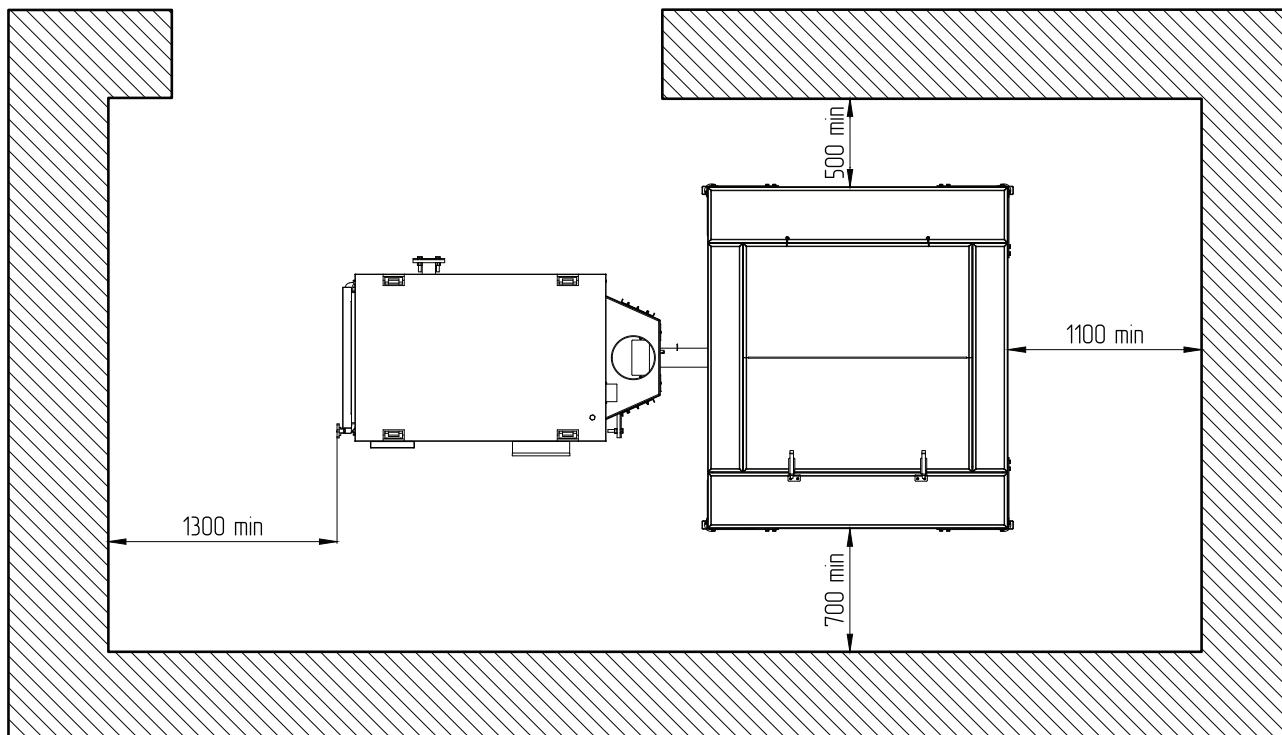
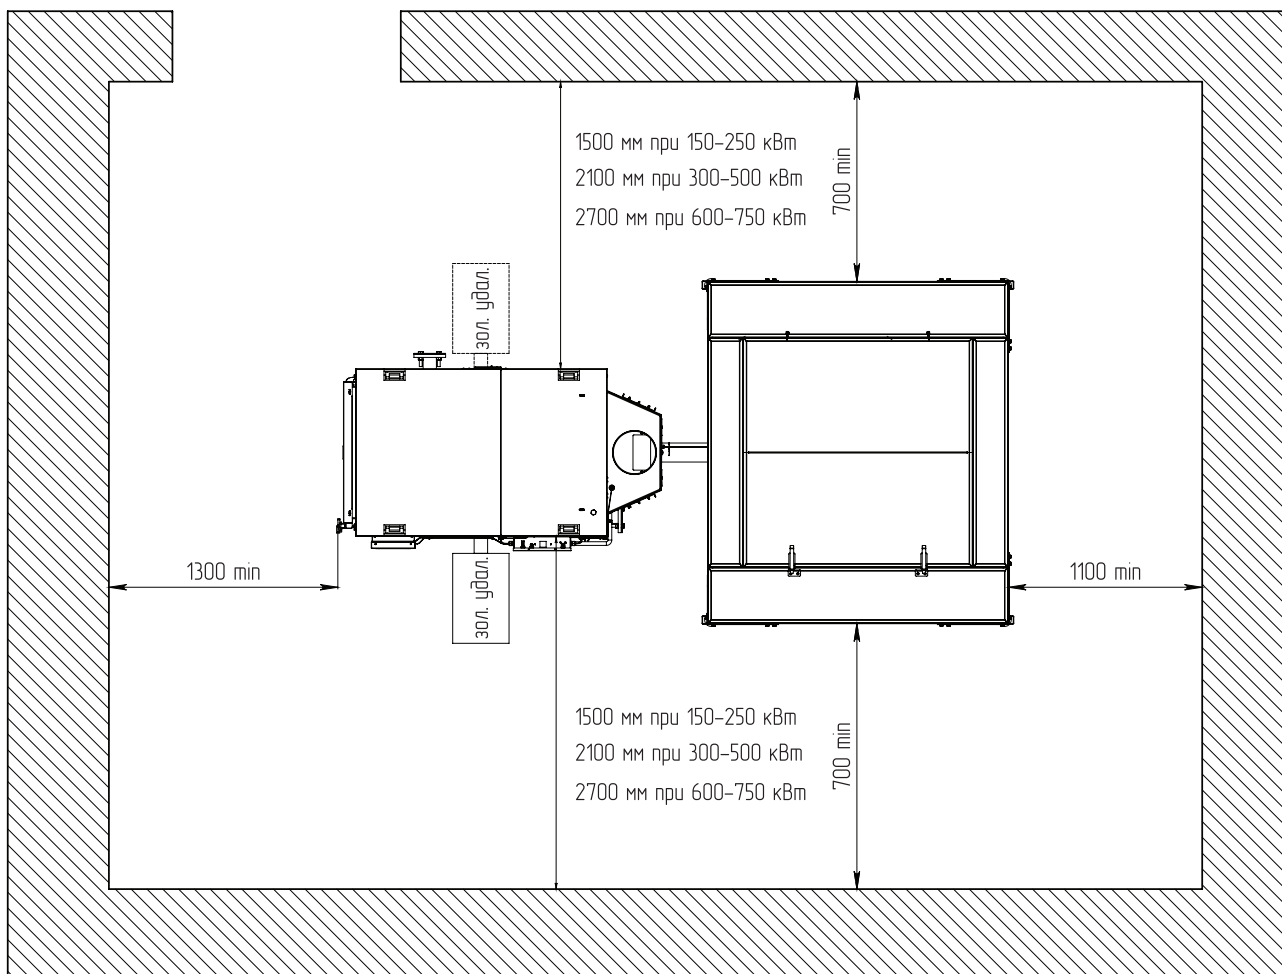

Рис.9 Расположение котла в помещении котельной (без учёта комплекта золоудаления)
Рис.10 Расположение котла в помещении котельной (с учётом комплекта золоудаления)
- Расположение котла в помещении с учетом необходимого для обслуживания пространства показано на **Рис.10** (только для исполнения «Стационарный»);
- Перед котлом должно быть манипуляционное пространство не менее 1300 мм. При использовании комплекта золоудаления манипуляционное пространство со стороны зольного ящика должно быть не менее 1500 мм при мощности котла 150-250 кВт, 2100 мм при мощности 300-500 кВт и 2700 мм при мощности 600-750 кВт (см. **Рис.9**);
- С боковых сторон необходимо оставлять пространство для доступа к задней части котла в соответствии с **Рис.9, Рис.10** (при использовании комплекта золоудаления).
Расположение котла в помещении с учетом необходимого для обслуживания пространства показано на **Рис.9, Рис.10.**